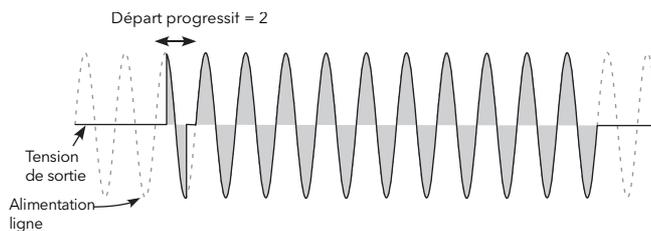

Figure 59 Exemple de démarrage progressif
- Soft Start** Pour Trains d'ondes seulement, ceci est la durée du démarrage progressif, en demi-périodes de tension d'alimentation. Ceci applique une rampe en angle de phase au début de chaque période (Figure 59).